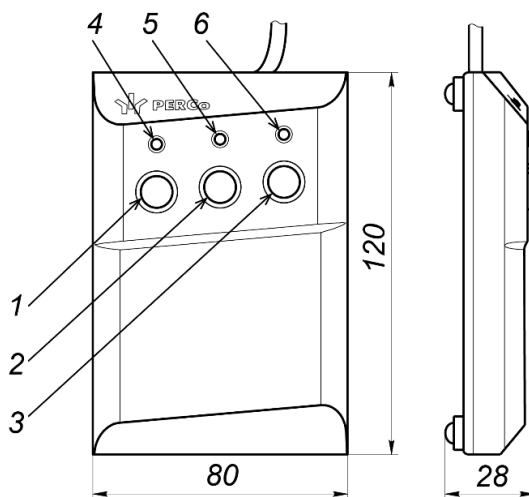
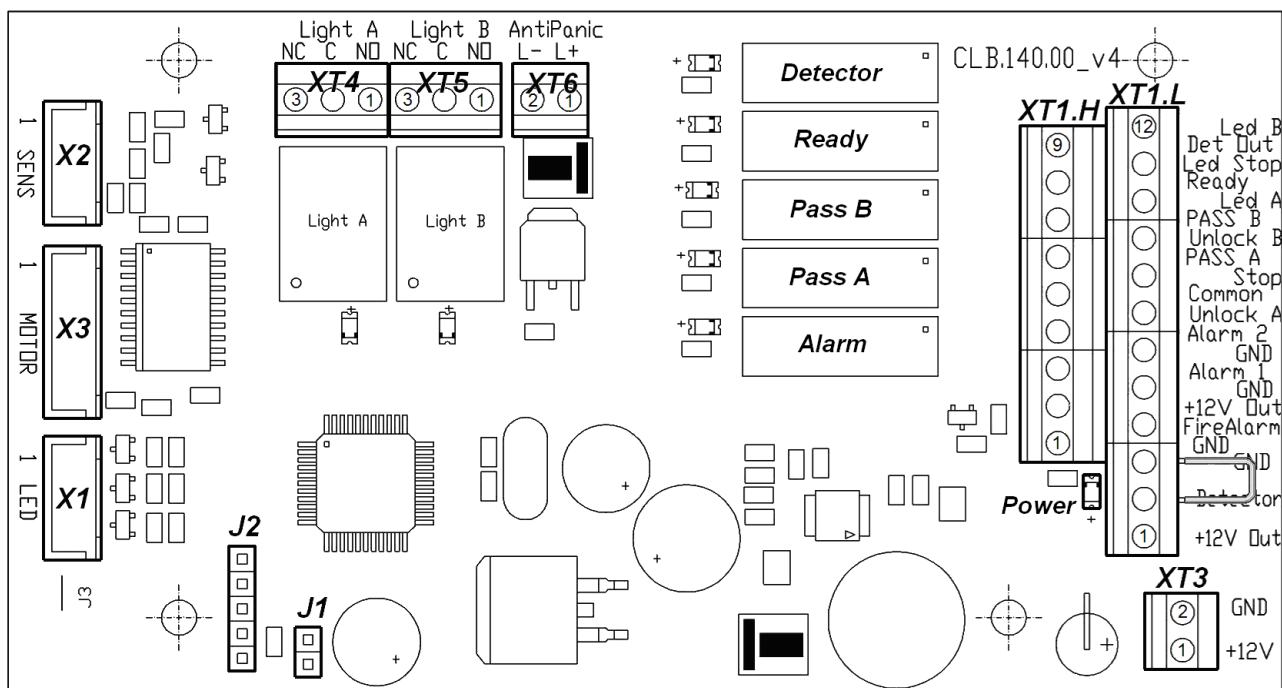

Рисунок 4. Общий вид и габаритные размеры ПДУ
Рисунок 5. Внешний вид платы управления
ПДУ (9) выполнен в виде небольшого настольного прибора в корпусе из ударопрочного АБС пластика и предназначен для задания и индикации режимов работы при ручном управлении турникета. ПДУ подключается к плате гибким многожильным кабелем (10) через клеммную колодку **ХТ1.L** (см. рис. 5). Общий вид ПДУ показан на рис. 4.
Внутри стойки расположен кронштейн с установленной платой управления (см. рис. 5) и клеммами для подключения внешних устройств. К плате подключаются ПДУ, выходы СКУД, устройство РУ (при его использовании), устройство аварийного открытия прохода *Fire Alarm* (далее – *устройство Fire Alarm*). На клеммы подключения внешних устройств выведены линии подключения источника питания, линии сигналов считывателей. Подключение внешних устройств производится в соответствии со схемой электрических соединений турникета (см. рис. 11).
На плате управления (см. рис. 5) расположены:
Выбор режима управления осуществляется снятием / установкой перемычки на разъем **J1** платы управления. Расположение разъема **J1** показано на рис. 5. При поставке перемычка установлена, что соответствует импульсному режиму управления турникетом. Для перехода в потенциальный режим управления снимите перемычку. Изменение режима управления произойдет после включения турникета.
Факт подачи напряжения на обмотку реле можно определить по загоранию соответствующего красного светодиода, установленного на плате управления вблизи соответствующего реле (см. рис. 5).